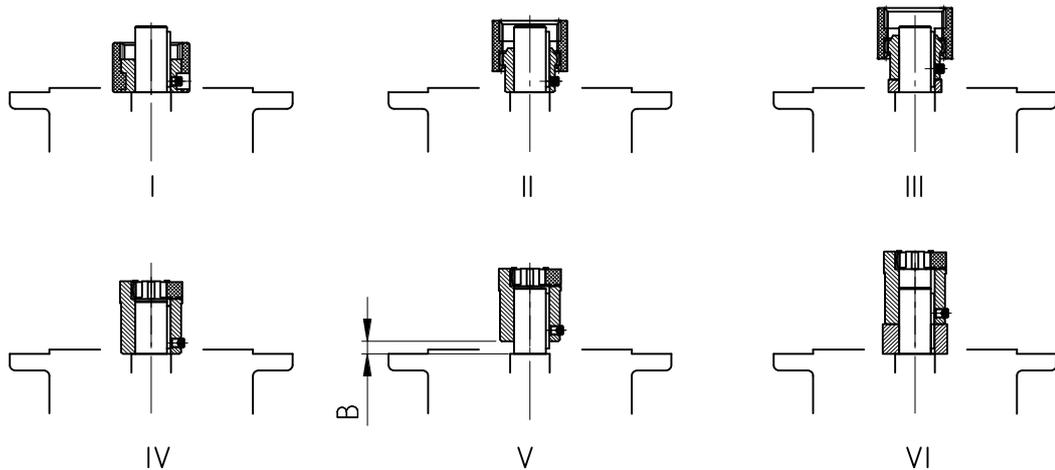

Figura 3-13: montaggio di diverse tipologie di giunto sull'albero motore
3. Spingere il giunto sull'albero del motore, come da indicazioni del costruttore del motore, finché si arresta in corrispondenza dello spallamento dell'albero. In caso di necessità, tra il giunto e lo spallamento è necessario disporre i distanziali, forniti in dotazione, per le versioni dei motori 90, 160, 180 e 225. Nel caso di riduttori coassiali STANDARD, si deve rispettare la misura B tra il giunto e lo spallamento (vedere figura 3-13). **Gli adattatori NEMA** richiedono la regolazione del giunto in accordo con le specifiche indicate sulla targhetta adesiva.
6. Applicare il motore all'adattatore IEC / NEMA; non dimenticare la stella e/o la bussola dentata (vedere figura 3-13).